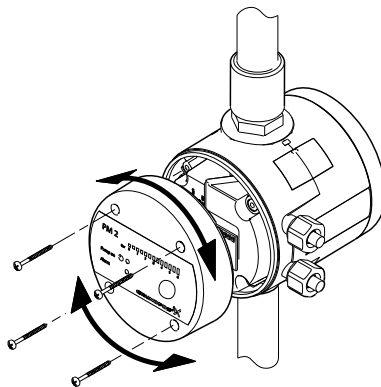

**Abb. 3** Einbaulagen
**Um das Eindringen von Wasser in die Drucksteuereinheit zu verhindern, ist die Drucksteuereinheit so zu installieren, dass die Kabelanschlussverbindungen nicht nach oben zeigen. Siehe Abb. 3.**